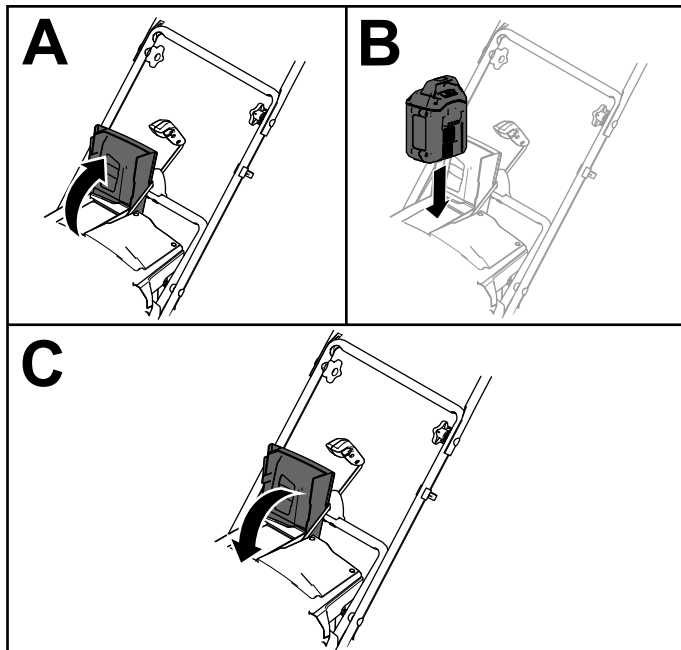

Figura 11
2. Levante la tapa del compartimento de la batería (Figura 11, A).
3. Alinee el hueco de la batería con la lengüeta de la máquina, e introduzca la batería en el compartimento hasta que se enganche en su lugar (Figura 11, B).
4. Cierre la tapa del compartimento de la batería (Figura 11, C).